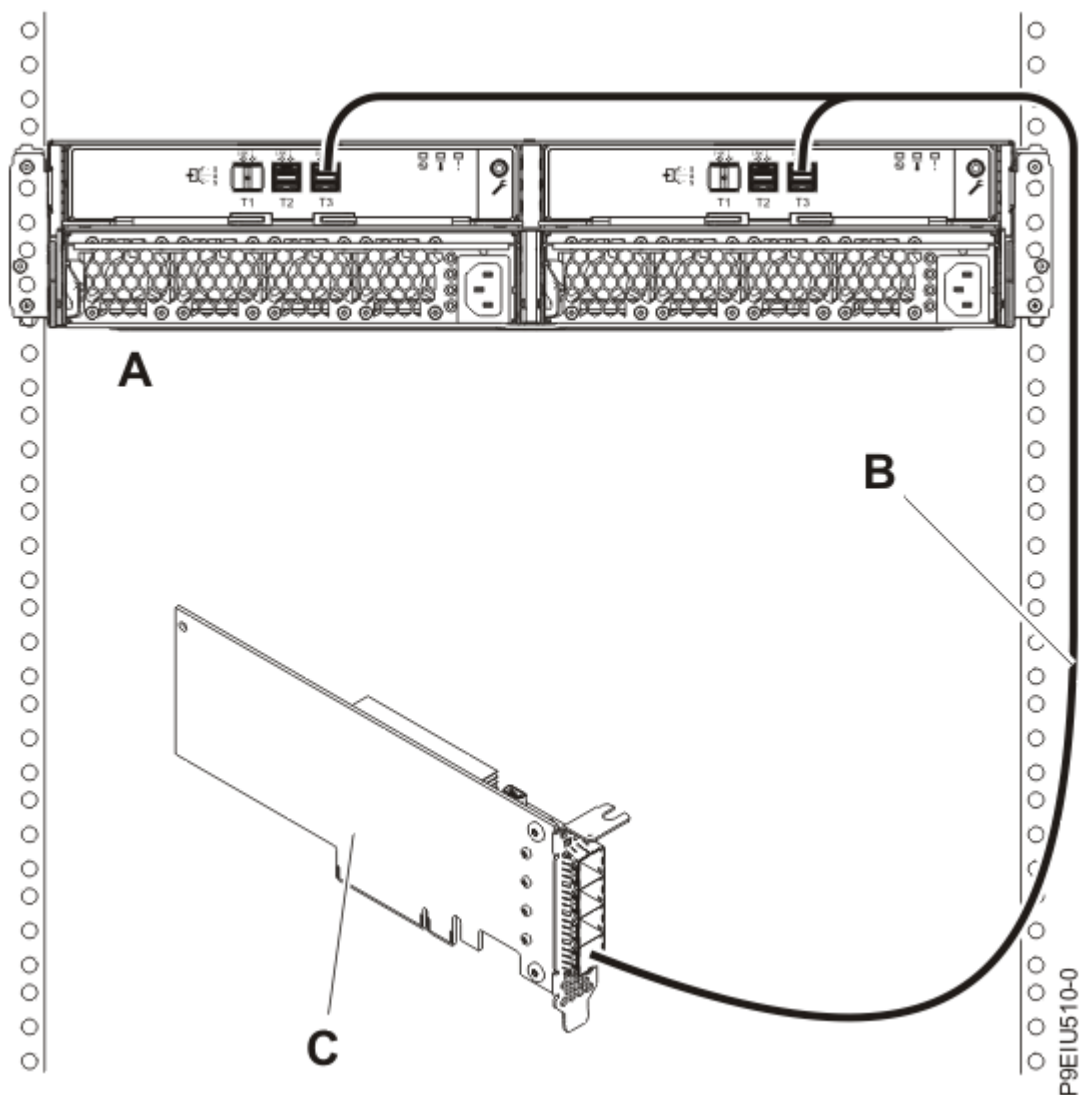

Figura 13. Conexão do modo 1 de um Gabinete de armazenamento ESLS usando um cabo YO12 com um único adaptador SAS FC EJ0J, FC EJ0K ou FC EJ0M
13. Em seguida, conclua uma conexão de modo 1 de um gabinete **(A)**, usando um cabo YO12 **(B)**, para um adaptador SAS FC EJ0J, FC EJ0K ou FC EJ0M independente **(C)**, conforme mostrado em Figura 13 na página 18 e, então, continue com o “Conectando cabos, cabos de energia e instalando tampas” na página 29.